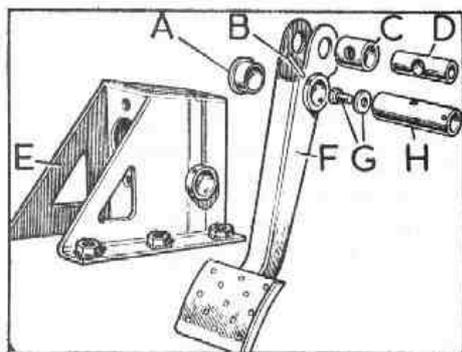

Fig. H-21 Conjunto del pedal del freno
- 1.7. Soltar la tuerca y arandela plana, que fija la varilla de empuje del cilindro principal a la articulación, D (Fig. H-21) y empujar la varilla dentro del cilindro para dejar libre el pasador de la articulación.
- 2.1. Si se hubiese desmontado, volverá a instalarse la pieza separadora, articulación y casquillos en el pedal. El eje de articulación, D (Fig. H-21) y la pieza adaptadora, C, se lubricarán con grasa. Los casquillos nuevos deben esca-riarse a la dimensión de  $15,875 \text{ mm} + 0,025$ .